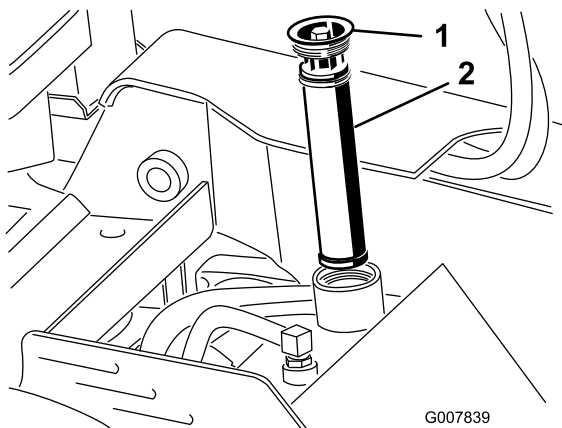

Figura 19
5. Pulite l'area intorno al collo del bocchettone del serbatoio idraulico e rimuovete il tappo ed il filtro dal collo del bocchettone usando una chiave a tubo (Figura 19).